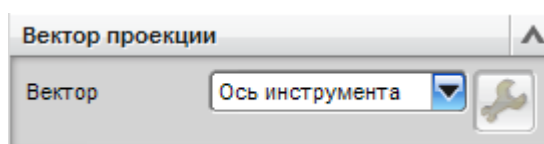

Рис. 2.68. Настройки вектора проекции
- задайте вектор проекции **Ось инструмента** (см. рис. 2.68).